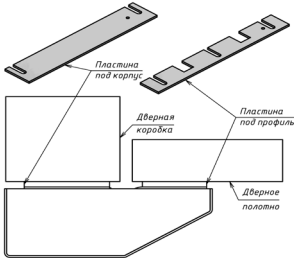

Рисунок 2 – Установка выравнивающих пластин под корпус и якорь
- пластина под профиль (рисунок 2).....-1 шт.
- пластина под корпус (рисунок 2).....-1 шт.
- саморез 5,5x32 (1).....-5 шт.
- винт М6х16 (2).....-1 шт.
- винт М3х4 (3).....-4 шт.
- гайка М4 (4).....-4 шт.
- шайба 4 65Г (5).....-4 шт.
- шайба 4 (6).....-4 шт.
- шайба 6 (7).....-3 шт.
5.4 Закрепить корпус замка на коробке двери саморезами (1). Закрепить Z-профиль на створке двери саморезами (1). Закрепить на Z-профиле якорь с пружиной винтом (2). Для совмещения рабочих поверхностей корпуса и якоря могут быть использованы выравнивающие пластины (рисунок 2). После регулировки правильного положения замка затянуть крепежные саморезы.